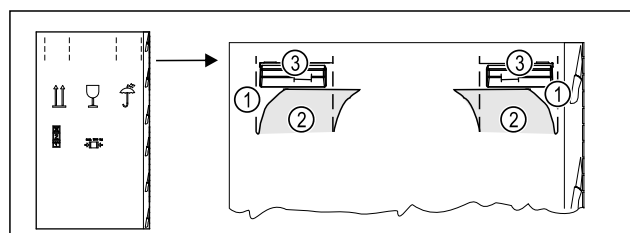

Fig. 6
- Introduire le carton d'emballage en haut au niveau de la perforation *Fig. 6 (1)*.
- Retirer les languettes enfoncées *Fig. 6 (2)*.
- La poignée de transport *Fig. 6 (3)* à droite et à gauche est visible.
- ▶ Tenir l'appareil au niveau des poignées de transport *Fig. 6 (3)*.